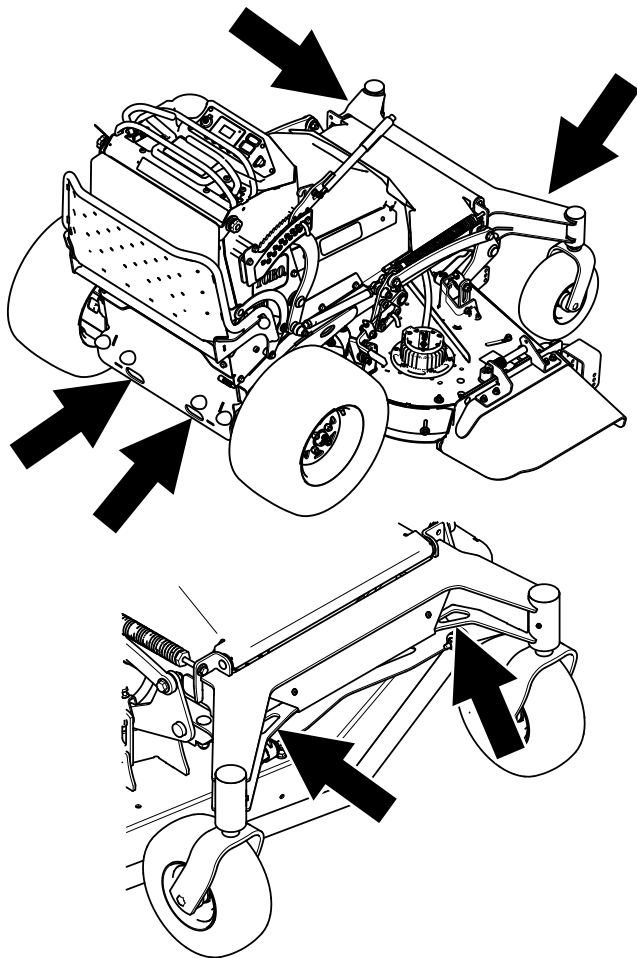

Figure 39
7. Arrimez la machine près des roues pivotantes avant ou dans les trous du cadre avant, et dans les trous du pare-chocs arrière à l'aide de sangles, de chaînes, de câbles ou de cordes (Figure 39). Voir la réglementation locale concernant les exigences en matière d'arrimage.